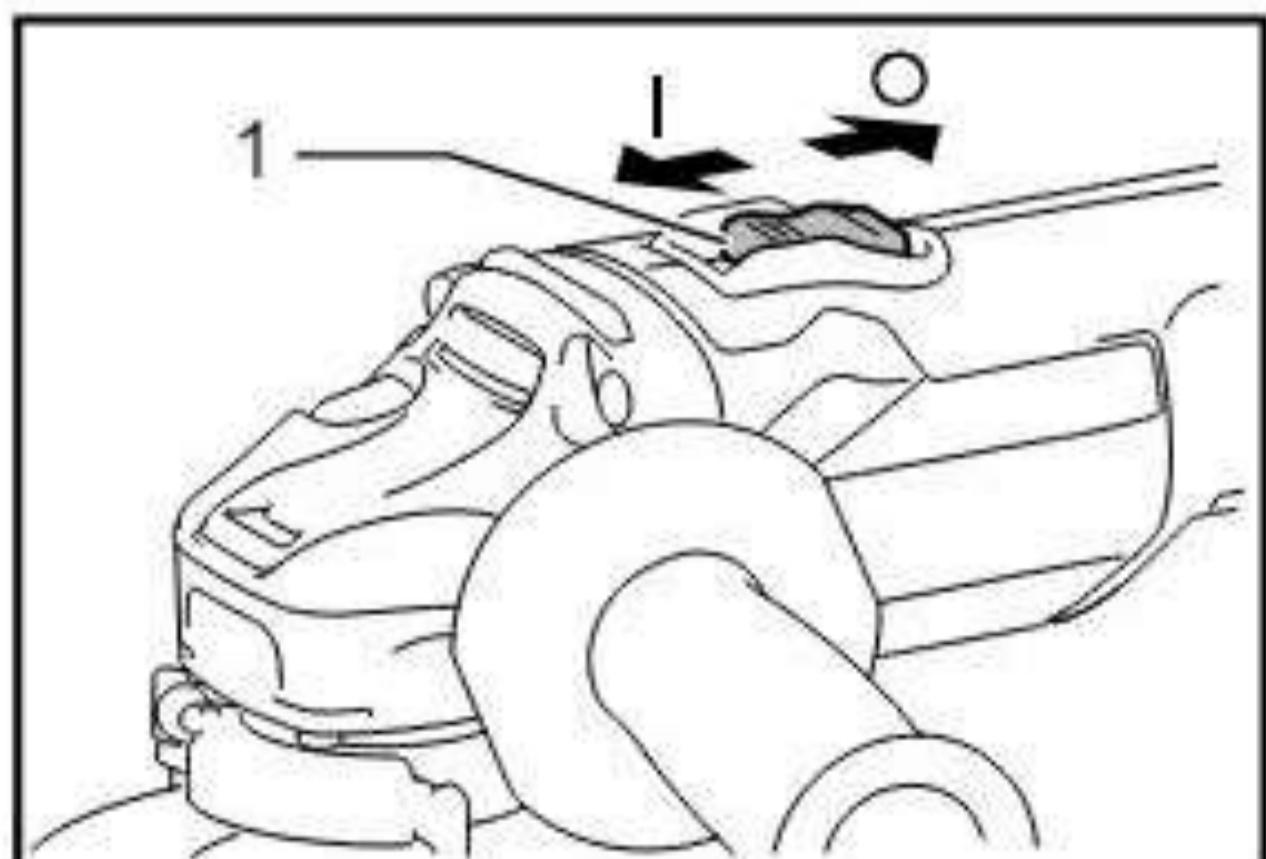

Рис. 4
2. Если температура аккумуляторной батареи выше 45°C или ниже 15°C, процесс заряда батареи не начнется. При этом индикатор (1) будет гореть зеленым после подключения зарядного устройства к батарее.
3. Если аккумуляторная батарея повреждена, процесс заряда батареи не начнется. При этом индикатор (1) будет гореть зеленым после подключения зарядного устройства к батарее.
• ДЕЙСТВИЕ ВЫКЛЮЧАТЕЛЯ (Рис.4)